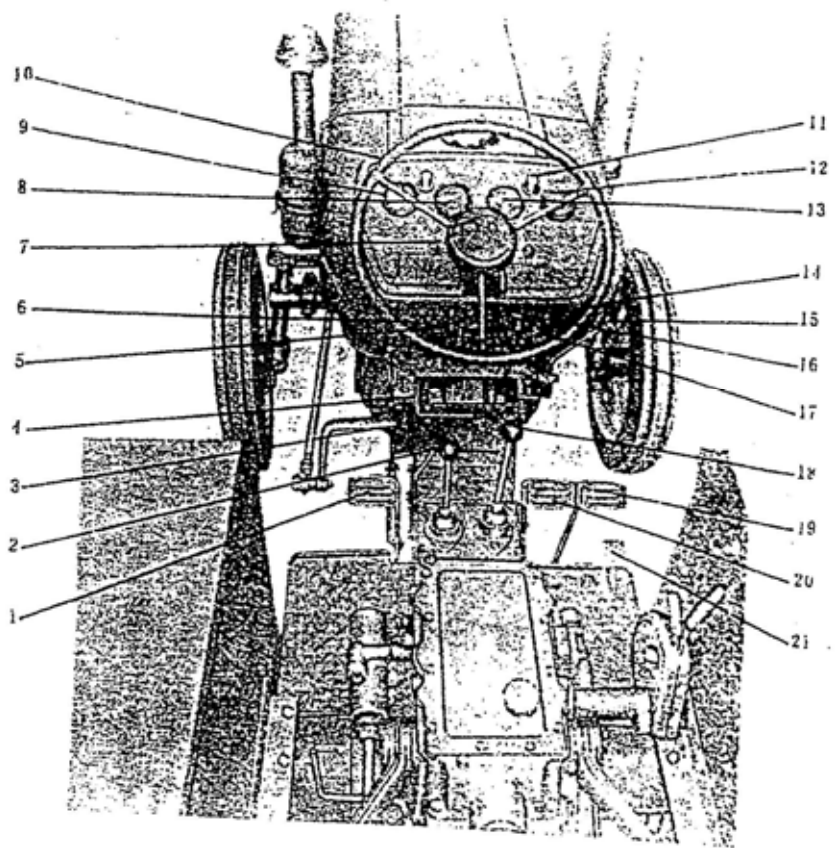

Рис. 2-1
1) Выключатель подогрева/старта 16 (рис. 2-1).
2) Тройной переключатель 5 (рис. 2-1).
3) Выключатель заднего фонаря 6 (рис. 2-1).
4) Рычаг управления подачей топлива 15 (рис. 2-1).
5) Шток отсечки топлива 3 (рис. 2-1).
6) Педаль управления подачей топлива 21 (рис. 2-1).
7) Рычаг декомпрессии 4 (рис. 2-1).
8) Основной и вспомогательный рычаги коробки передач 18, 2 (рис. 2-1).
10) Педаль муфты сцепления 1 (рис. 2-1).
11) Педали левого и правого тормоза 20, 19 (рис. 2-1).
13) Указатель температуры воды 8 (рис. 2-1).
14) Указатель температуры масла (или давления воздуха) 13 (рис. 2-1).
15) Указатель давления масла 9 (рис. 2-1).